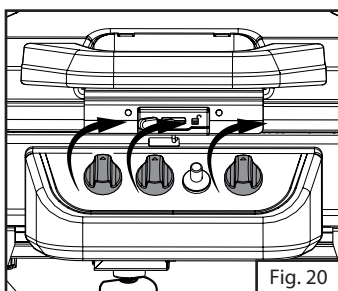

Fig. 20
1. Avant de fixer la bonbonne de propane, assurez-vous que les trois boutons de commande sont bien fermés. (Fig. 20)